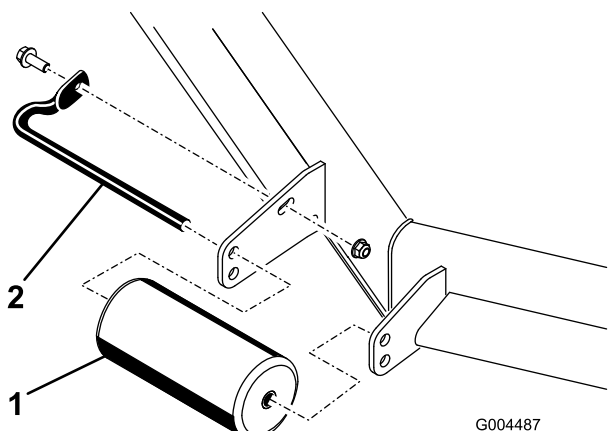

Figura 28
4. Retire los herrajes que fijan cada rodillo a la plataforma del cortacésped y mueva los rodillos hacia arriba o hacia abajo según sea necesario; consulte Figura 28 a Figura 32 según corresponda a su cortacésped.